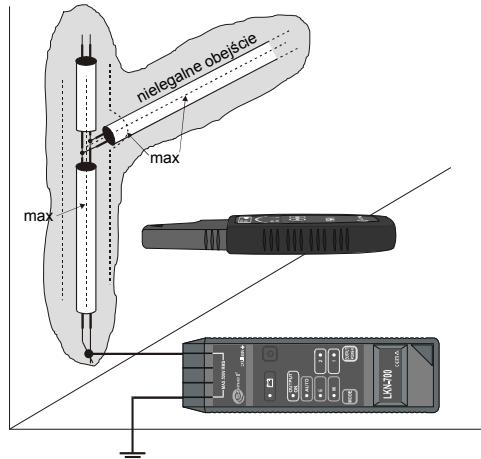

Рис.12 Обнаружение нелегальных обводов счетчиков электроэнергии – обвод в плоскости стены
- Перемещать antennu приемника по бокам трассы легальной проводки. В месте ответвления провода уровень сигнала возрастает (Рис.12).
Если в схеме (Рис.12) удается включить режим «M+E», то это значит, что один из проводов нелегального обвода заземлен. Тогда следует отключить от генератора заземление, которое позволяет включить этот режим.